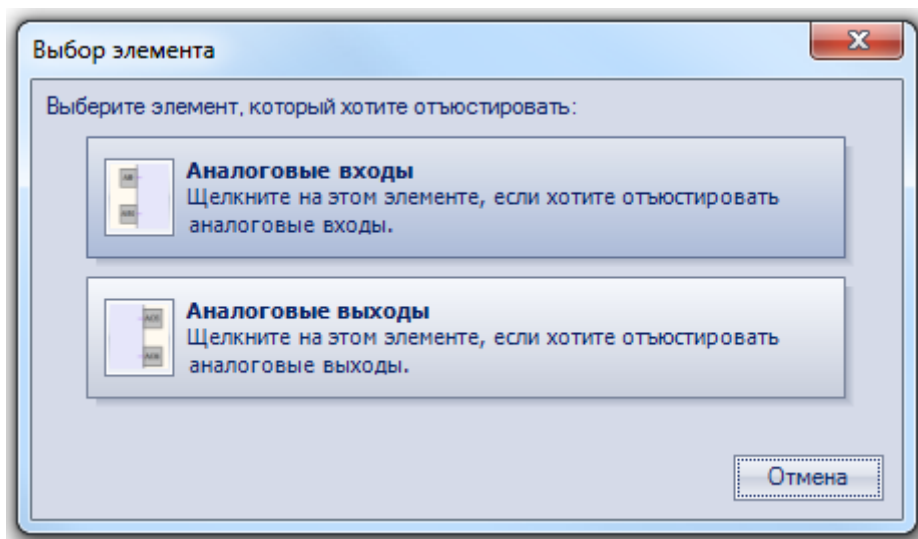

Рисунок 8.4 – Меню юстировки
2. Запустить OwenLogic и выбрать в меню пункт «Прибор» → «Юстировка входов/выходов» для запуска мастера юстировки. В диалоговом окне «Выбор элемента» выбрать пункт «Аналоговые входы» (см. рисунок 8.4).